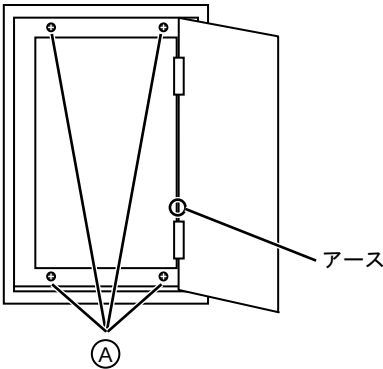

図14 ユニットタイプ
扉を開け、『図14 ユニットタイプ』の④部分にあるねじ(4本)と扉のアース部にあるねじを外すと、扉を取り外しできます。